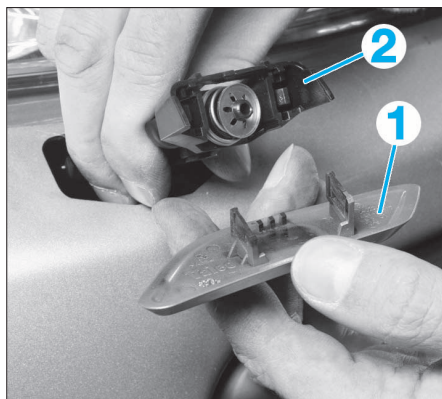

FIG. 2
- Déposer les enjoliveurs des gicleurs de lave-projecteur (suivant équipement) (Fig.2) :
- à l'aide d'une spatule en plastique, décoller l'enjoliveur (1) de gicleur du pare-chocs
- saisir le gicleur (2) et le tirer vers soi, déposer l'enjoliveur (1) puis relâcher doucement le gicleur.